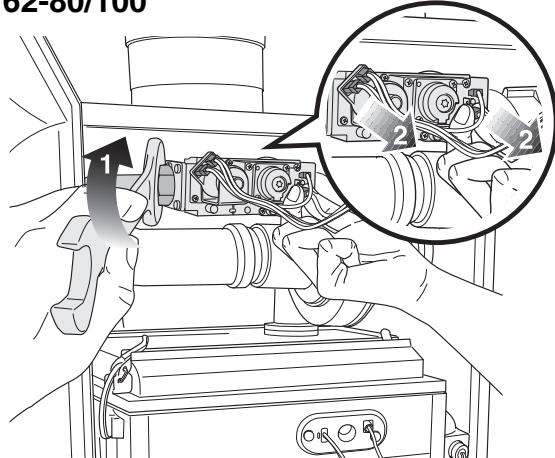

Рис. 100 Отсоединение подключений газовой арматуры
- Ослабить резьбовое соединение (рис. 100, поз. 1) на газовой арматуре и отсоединить 4 штекера (рис. 100, поз. 2) газовой арматуры.